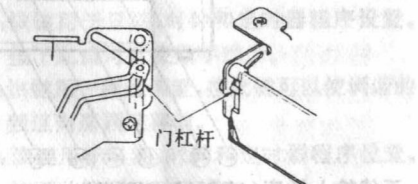

图 1-3-4 门的更换(3)
- ④ 稍稍向前弯曲门,并将门的左边的轴插入到导板托架上。在这种情况下确认门的杠杆的位置如图 1-3-4 所示。